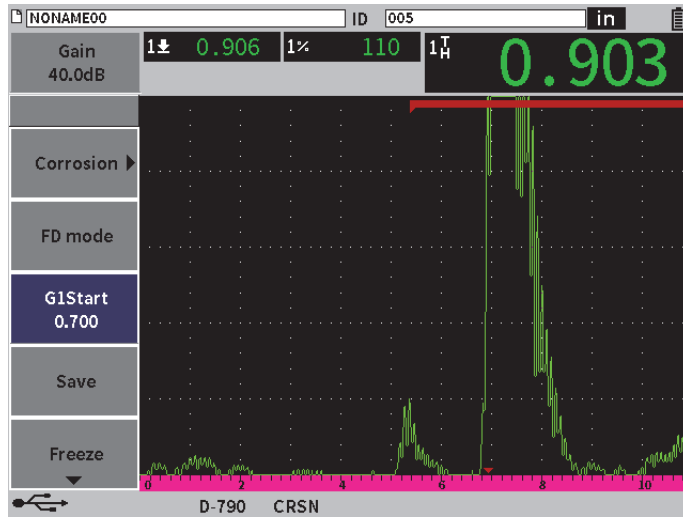

图 11-40 正确地启动测量操作
- ◆ 从侧面菜单中选择**G1 Start**（G1起始），并转动调节旋钮，增加或降低闸门1的起始位置，直到可以在正确的位置上启动测量操作（参见第211页的图 11-40）。